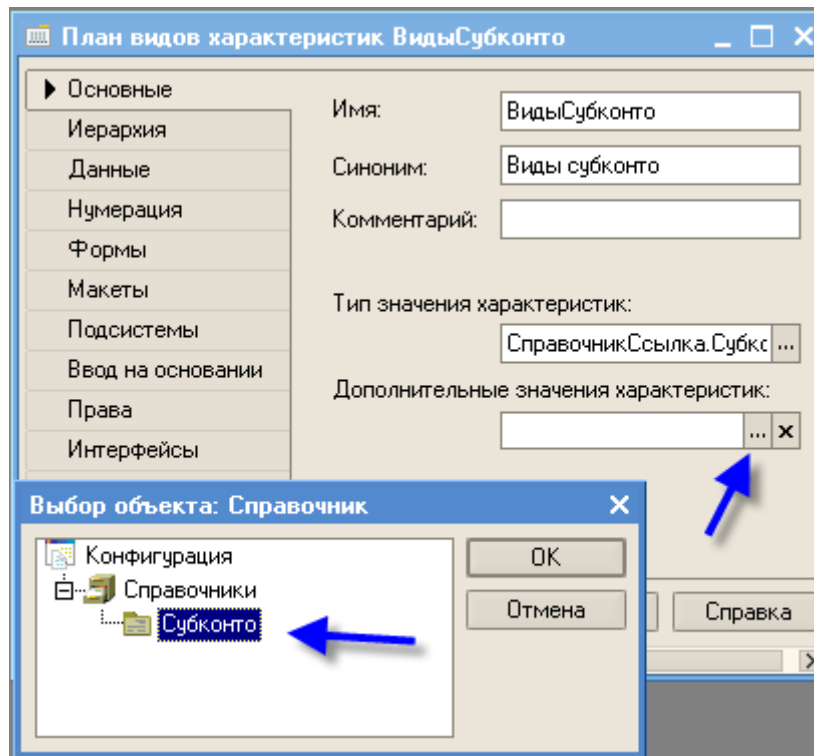

Рис. 156
- укажите, что дополнительные значения характеристик будут находиться в справочнике *Субконто* (рис. 156);